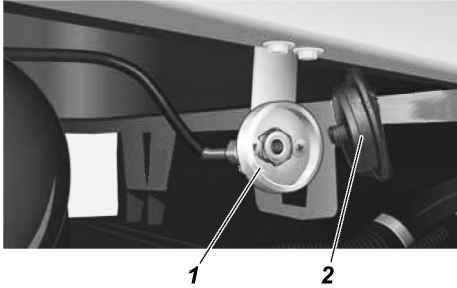
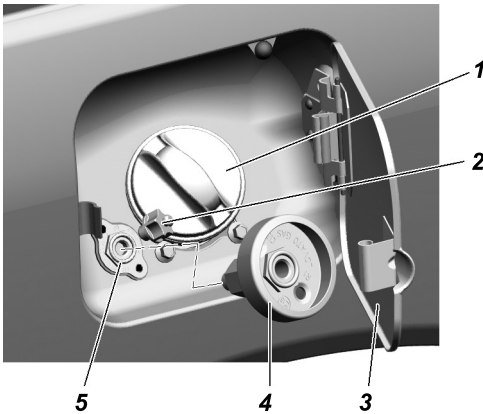

Рис. 23. Заправочное устройство для автомобилей УАЗ-236021, УАЗ-236022, УАЗ-236031:
Рис. 24. Заправочный люк для автомобилей УАЗ-236321, УАЗ-236322:
2. Снимите заглушку 2 (рис. 23) с заправочного устройства (для автомобилей УАЗ-236021, УАЗ-236022).
3. Окройте крышку люка 3 (рис. 24). Снимите пробку бензобака 1 и пробку 2 с заправочного устройства 5 ввернув переходник в заправочное устройство 4 (для автомобилей УАЗ-236323, УАЗ-236324).
4. Присоедините муфту наполнительного шланга к заправочной горловине 1 (рис. 23) или переходнику 4 (рис. 24) и начните заполнение баллона.